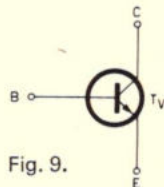

Fig. 9.
- de uitgangsimpedantie mag oneindig groot worden gesteld. De schakeling met de twee transistoren kan worden vervangen door één denkbeeldige transistor T_V (zie fig. 9). Hoe groot is van deze transistor: